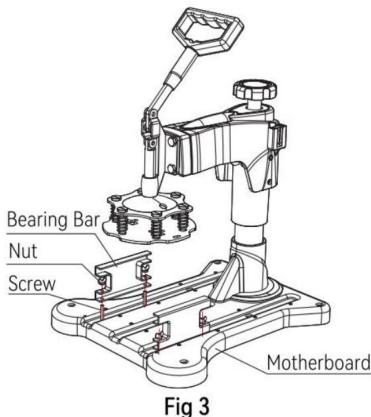

Fig 3
3. Utilisez 4 vis du bas vers le haut, à travers la barre de roulement à l'arrière du fond de panier, puis verrouillez-le avec des vis à main (comme indiqué sur la figure 3).